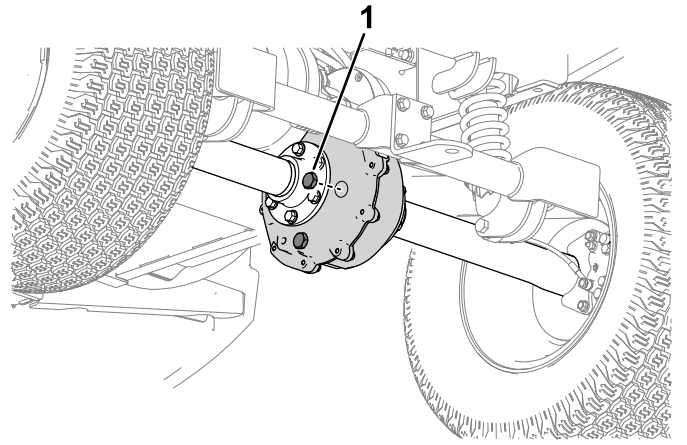

Figura 46
- Retire el tapón de llenado del transeje (Figura 46).
- Si el nivel de fluido es bajo, retire el tapón de llenado y añada fluido del tipo especificado [indicado en Cambio del fluido del transeje (página 39)] hasta que salga del orificio (Figura 46).